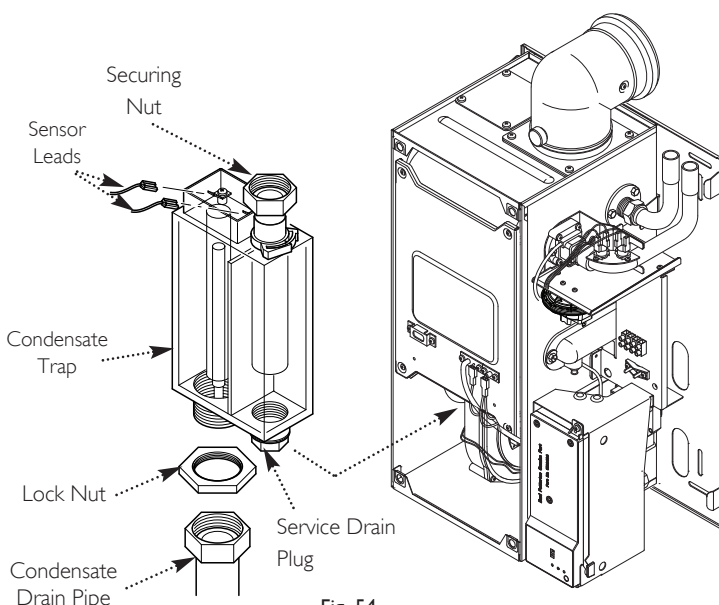

Fig. 54
15.10 Condensate Trap (Fig. 54)